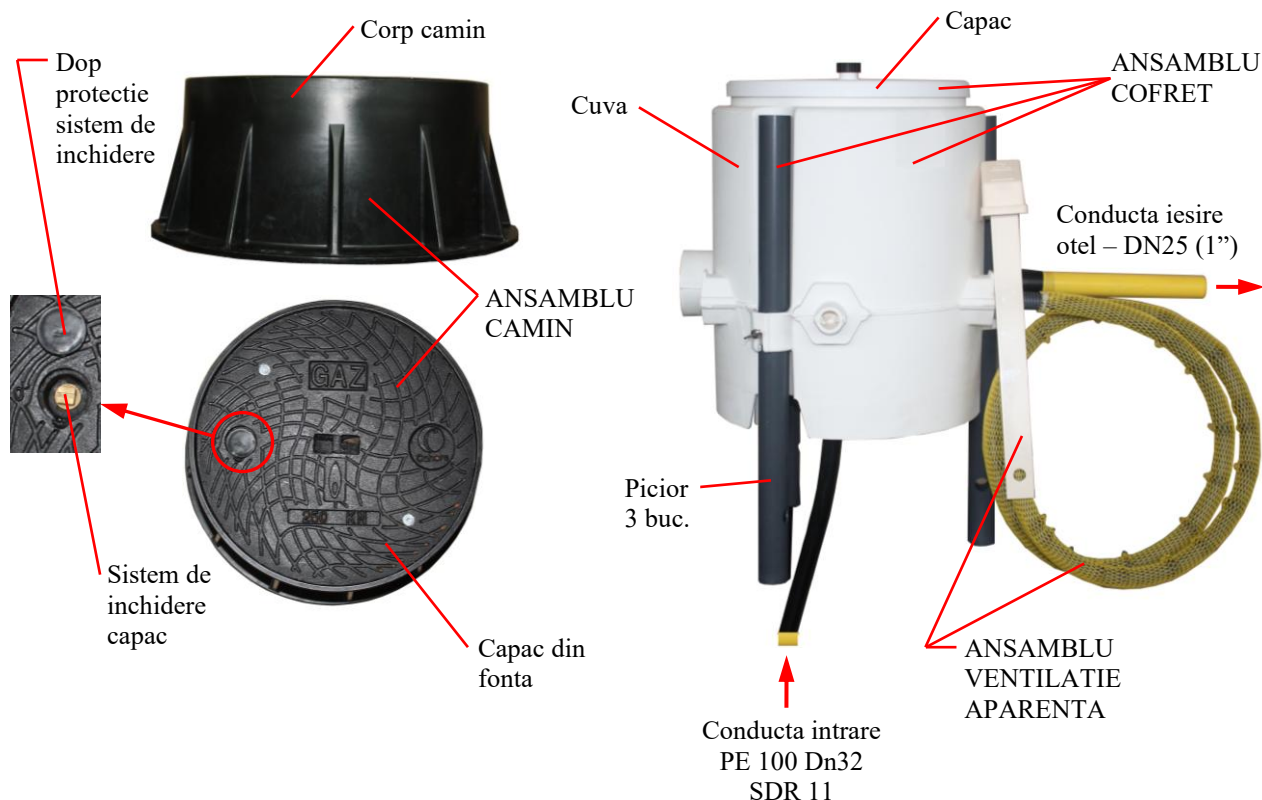

Fig. 1
1. Componenta conform Fig. 1.
➤ Sistem de ventilație pentru punere sub presiune atmosferică conform Fig. 1 – este de tipul ventilație aparentă și este destinat să asigure punerea sub presiune atmosferică a cofretului pentru o bună funcționare a regulatorului și pentru o evacuare eficientă a posibilelor emanații de gaz.